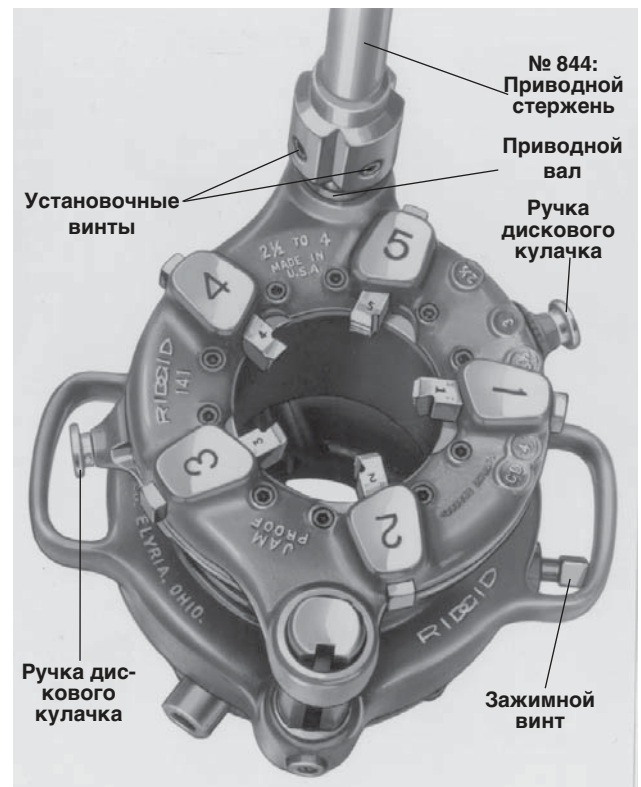

Рисунок 15 – Головка № 141 с установленным приводным стержнем № 844 (так же для головки № 161)
2. Потяните ручки (рисунок 15) дискового кулачка и вращайте дисковый кулачок до желаемой размерной отметки в верхней части головки. Отпустите ручки, когда установочные штифты попадают в отверстие на диске для выбора.
2. Потяните ручки (рисунок 15) и вращайте дисковый кулачок до нужной отметки CD наверху винторезного патрона.
3. Снимите набор изношенных гребенок (рисунок 15) и вставьте новый набор гребенок.
1. Расположите головку на полу или верстаке ведущим валом вверх. Установите ведущий вал № 844 на ведущий вал головки и затяните два установочных винта (рисунок 15).
7. Торцовым ключом надежно затяните зажимной винт патрона (рисунок 15).
4. 141 и 161 – Ослабьте зажимной винт кулачка (рисунок 15) и поверните патрон в открытое положение.